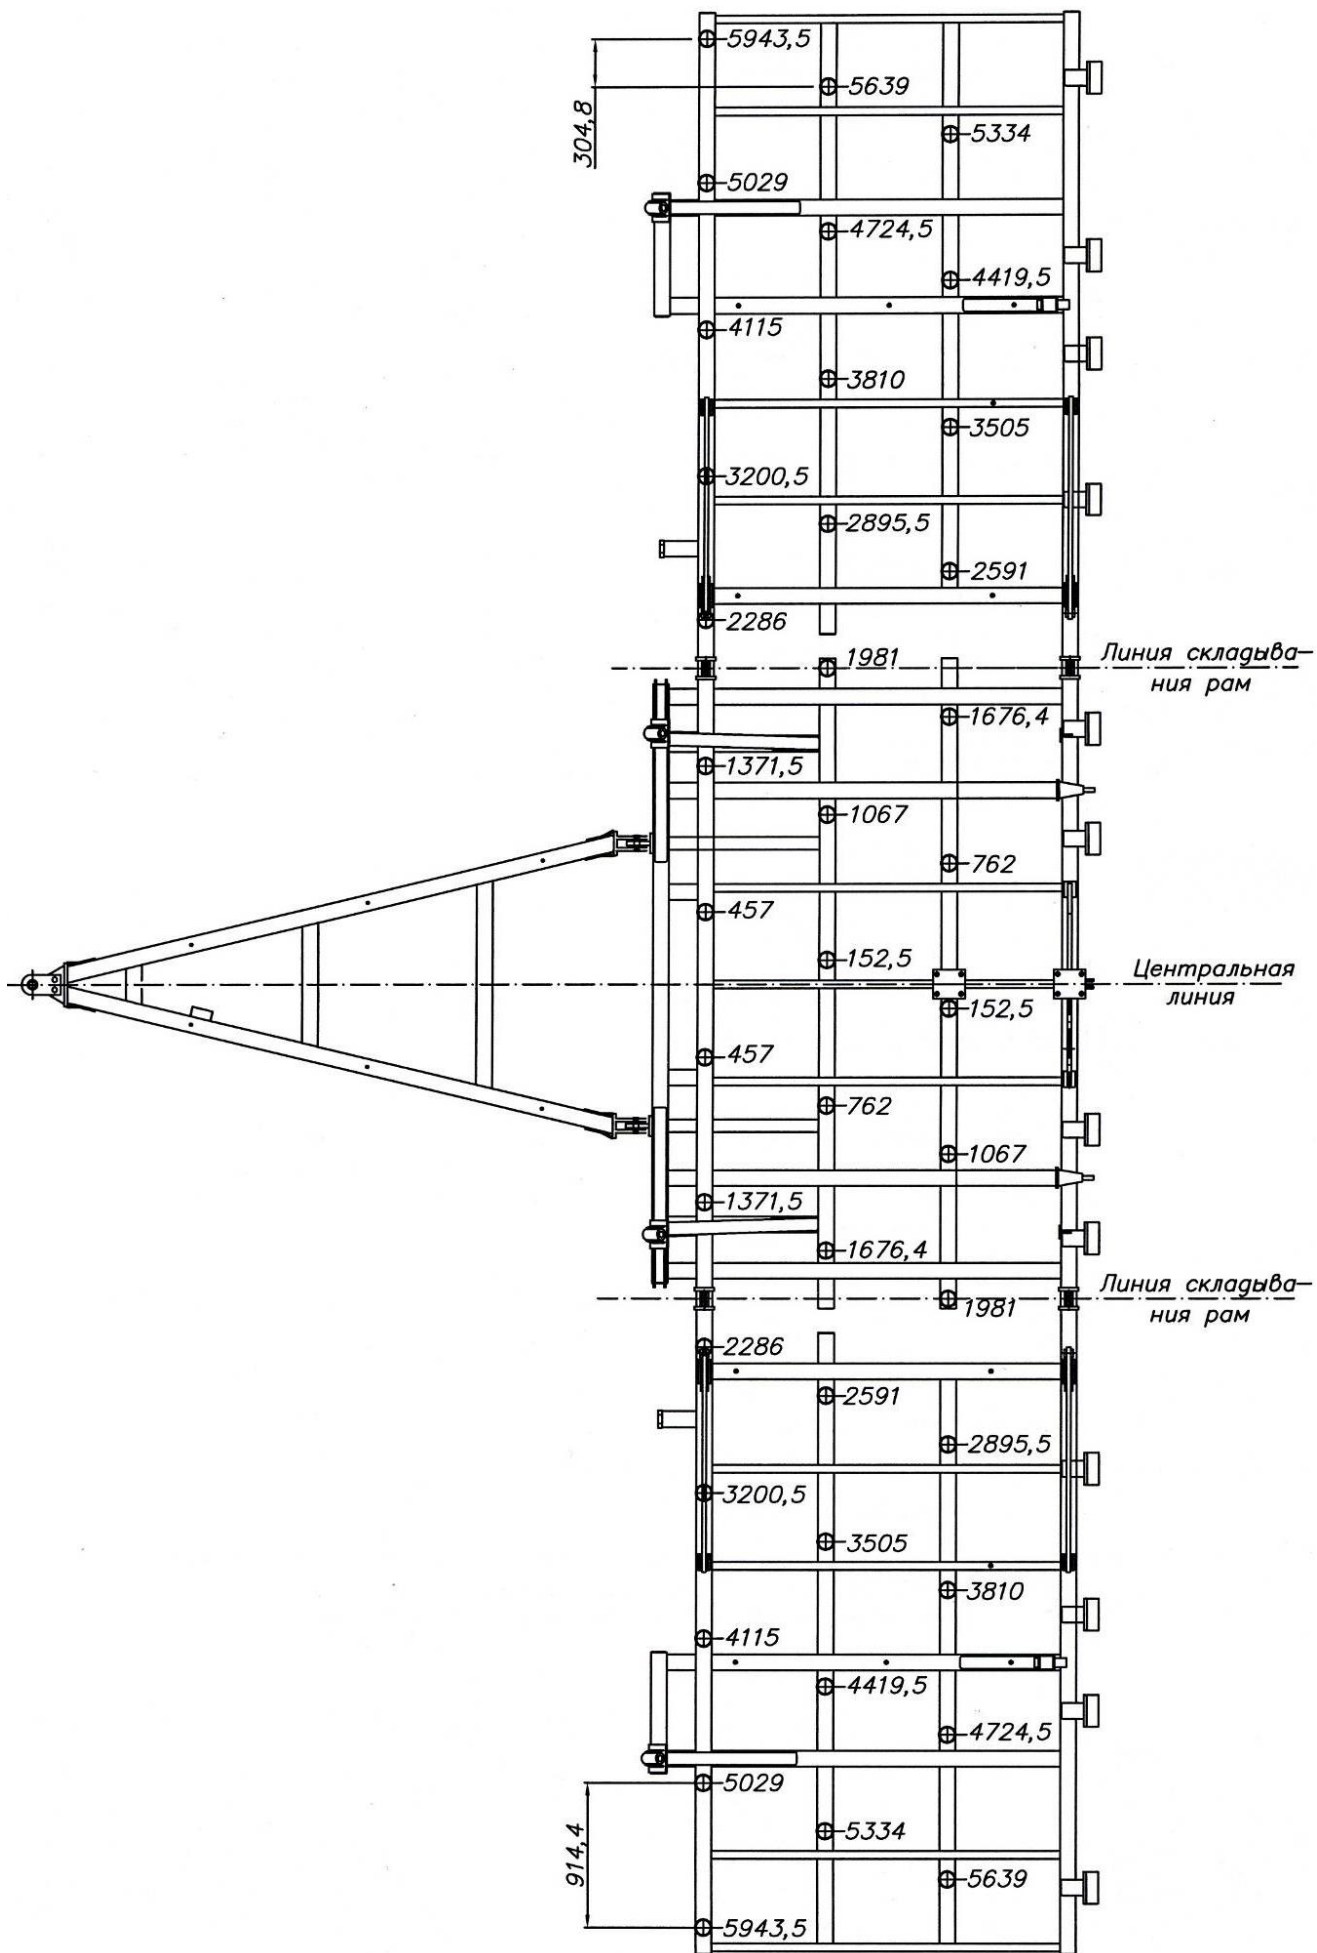

Рис. 4.5.2. Схема размещения стоек сошников (размеры в мм) для ПК "Кузбасс"
**4.5.1.** Установочные места стоек сошников определяются путем измерений от центра главной рамы посевного агрегата вправо и влево. Можно пользоваться маркировкой, выполненной в заводских условиях, однако необходимо убедиться в ее правильности, выполнив два-три контрольных замера (см. рис. 4.5.2). Размеры указаны от центров крепежных пластин сошников.